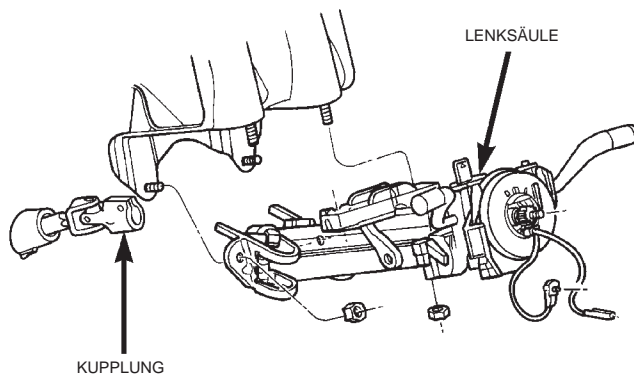

Abb. 4 Befestigung der Lenksäule
(8) Schraube an der Lenksäulenkupplung und Befestigungsmuttern der Lenksäule lösen (Abb. 4). Dann die Lenksäule von den Befestigungsbolzen absenken.